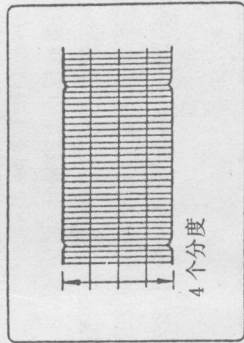

图33
• 精密地调整示波器的电压电平范围,使FM输出等于4个分度,如图33所示;